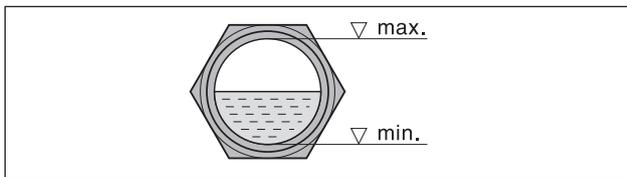

Fig. 5 Nivel de aceite
- b) Tras una eventual corrección del sentido de giro, poner el motor de nuevo en marcha y apagarlo después de 2 minutos para reponer aceite hasta el borde superior de la mirilla (Fig. 5/I). Ir reponiendo aceite hasta que todas las tuberías de aceite estén completamente llenas.